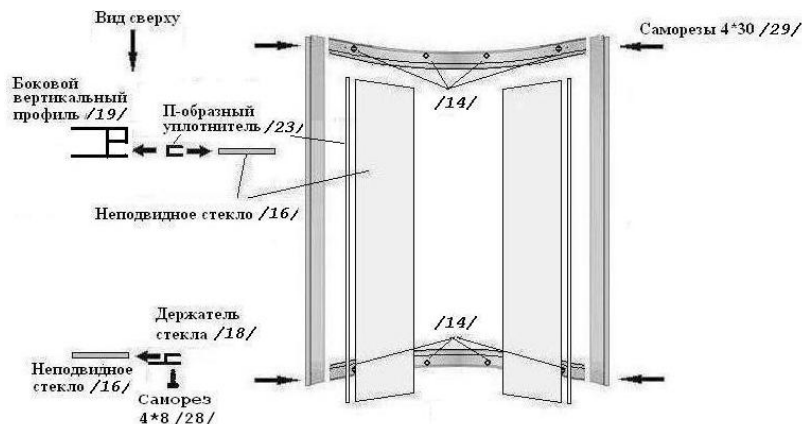

Рис.5
3.3. Сборка фронтальной стенки (рис.5).